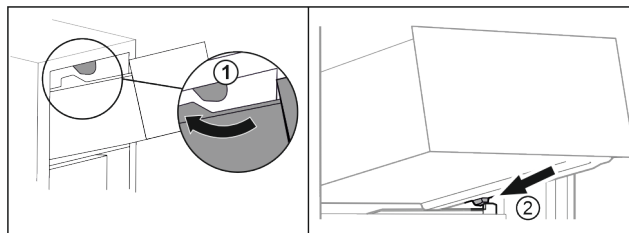

Fig. 98
- ▶ Predal speljite okrog zgornjih zaustavljalnikov. Fig. 98 (1)
- ▶ Predal postavite v poševnem položaju za spodnjimi zaustavljalniki na nastavek za posodo. Fig. 98 (2)